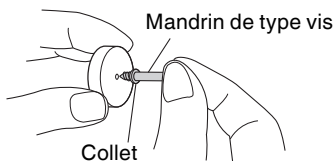

Fig. 7 (a)
2. Utilisation du mandrin à disque (Fig. 7 (b))